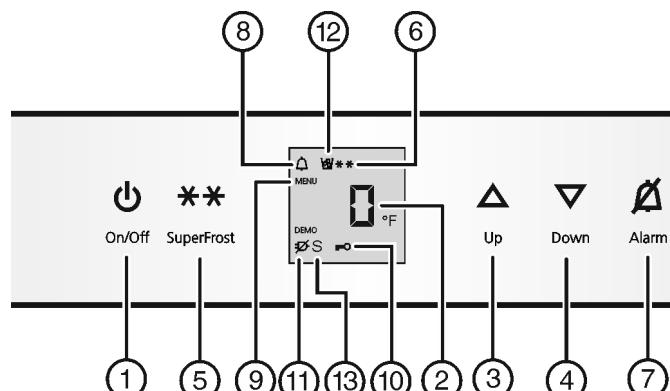

Fig. 2
- Appuyer sur la touche On/Off Fig. 2 (1).
- Activer le mode de réglage : appuyer sur la touche SuperFrost Fig. 2 (5) pendant env. 5 s.
- ▷ Le symbole Menu Fig. 2 (9) luit.
- Régler le nombre de ***** avec la touche de réglage Up Fig. 2 (3)/ Down Fig. 2 (4).
- Confirmer : enfoncez brièvement la touche SuperFrost Fig. 2 (5).
- Sélectionner l'affichage en °F ou °C avec la touche de réglage Up Fig. 2 (3) ou Down Fig. 2 (4).
- Quitter le mode de réglage: Appuyer sur la touche On/Off Fig. 2 (1).
- Activer le mode de réglage : appuyer env. 5 sec. sur la touche SuperFrost Fig. 2 (5).
- ▷ Le symbole Menu Fig. 2 (9) est allumé.
- A l'aide de la touche de réglage Up Fig. 2 (3) ou Down Fig. 2 (4), sélectionner **c**.
- Confirmer : appuyer brièvement sur la touche SuperFrost Fig. 2 (5).
- Appuyer brièvement sur la touche SuperFrost Fig. 2 (5) pour activer la sécurité enfants.
- ▷ Le symbole Sécurité enfants Fig. 2 (10) est allumé. L'affichage **c** clignote.
- appuyer brièvement sur la touche SuperFrost Fig. 2 (5) pour désactiver la sécurité enfants.
- ▷ Le symbole Sécurité enfants Fig. 2 (10) s'éteint. L'affichage **c** clignote.
- Désactiver le mode de réglage : appuyer sur la touche On/Off Fig. 2 (1).
L'affichage de la température clignote en même temps que le symbole Alarme Fig. 2 (8).
L'avertisseur sonore s'éteint automatiquement et le symbole Alarme *Fig. 2 (8)* et l'affichage de température arrêtent de clignoter lorsque la température est de nouveau suffisamment froide.
- Activer le mode de réglage : appuyer env. 5 secondes sur la touche SuperFrost *Fig. 2 (5)*.